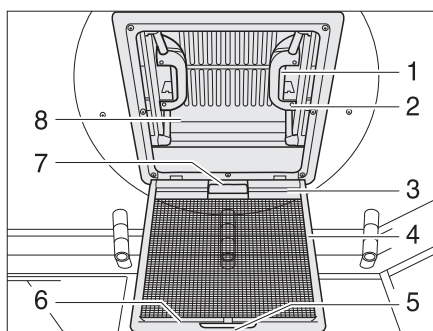

Fig. 43 Oblò a scatto
- Tirare la maniglia (Fig. 43,5).
- Ribaltare la protezione contro gli insetti (Fig. 43,4) verso il basso.
- Premere la chiusura a scatto (Fig. 43,1) verso l'interno dell'oblò (Fig. 43,8). Premere contemporaneamente verso l'alto l'oblò con la maniglia (Fig. 43,2).
- Spingere la protezione contro gli insetti (Fig. 43,4) verso l'alto finché non si innesta.
- Tirare con forza verso il basso le due maniglie (Fig. 43,2) dell'oblò (Fig. 43,8), fino a quando non scattano (Fig. 43,1) entrambe le chiusure.
- Tirare l'oscurante a rullo per la maniglia (Fig. 43,7) e agganciare il listello portaganci (Fig. 43,3) nel listello di supporto (Fig. 43,6) sulla protezione contro gli insetti.
- Staccare il listello porta-ganci (Fig. 43,3) dal listello di supporto (Fig. 43,6) e ricondurre lentamente in posizione l'oscurante a rullo.